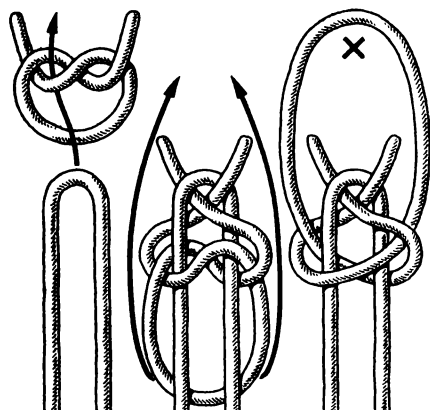

Рис. 116. Лучниковская петля
**Лучниковская петля** (рис. 116). Некоторые знатоки узлов называют ее «турецким узлом». Это один из древнейших и удивительнейших узлов, когда-либо придуманных человеком. У него конкретное назначение — регулировать натяжение тетивы лука.